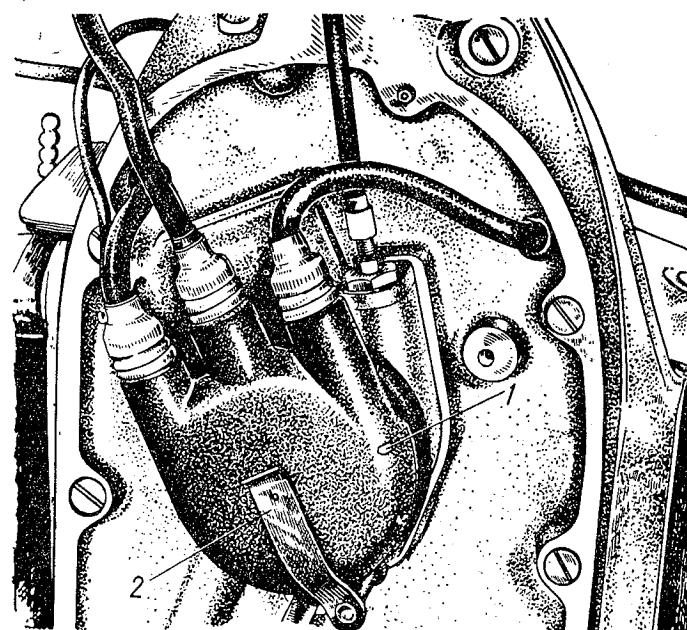
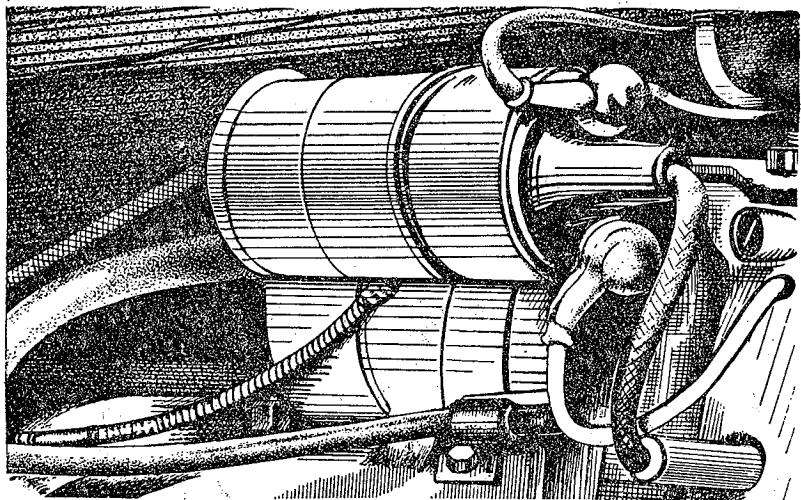

Рис. 37. Прерыватель-распределитель ПМ-05, установленный на двигателе:
Рис. 38. Катушка зажигания Б2-Б, установленная на мотоцикле
**Прерыватель-распределитель, катушка зажигания, свечи.** Для получения тока высокого напряжения устанавливают прерыватель-распределитель ПМ-05 и катушку зажигания Б2-Б. Положение распределителя на двигателе показано на рис. 37, а катушки зажигания — на рис. 38.